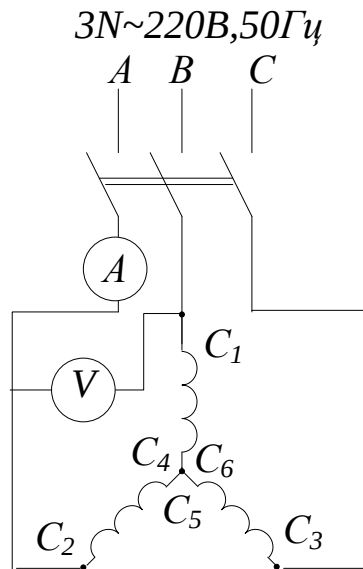

Рис. 2 Схема вмикання обмоток АД на зірку.
4. Зібрати схему вмикання обмоток АД на зірку по рис. 2 і після перевірки її викладачем (лаборантом) провести пуск двигуна безпосереднім вмиканням в мережу. Записати значення пускового і номінального струму.